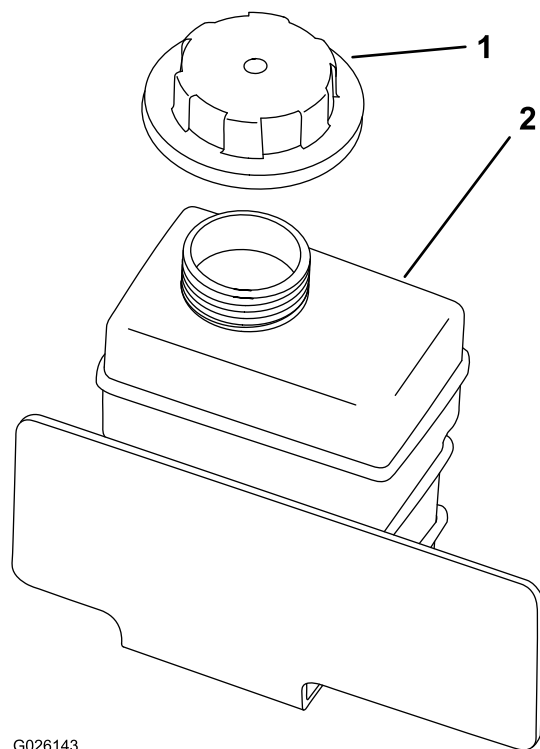

図 17
2. 補助タンクにあるラジエター液の量を点検する(図 17)。